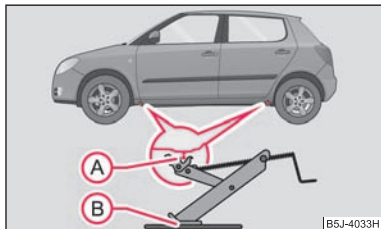

Fig. 155 Changement de roue: Points d'appui du cric
- Positionnez le cric au point de prise - marque dans le longeron inférieur, le plus près possible de la roue crevée ⇒ fig. 155.
- Installez le cric de sorte que la griffe prenne dans le profilé vertical de la marque du longeron (A) et que la surface inférieure d'appui du cric (B) soit sur un sol suffisamment solide pour toute sa portée.